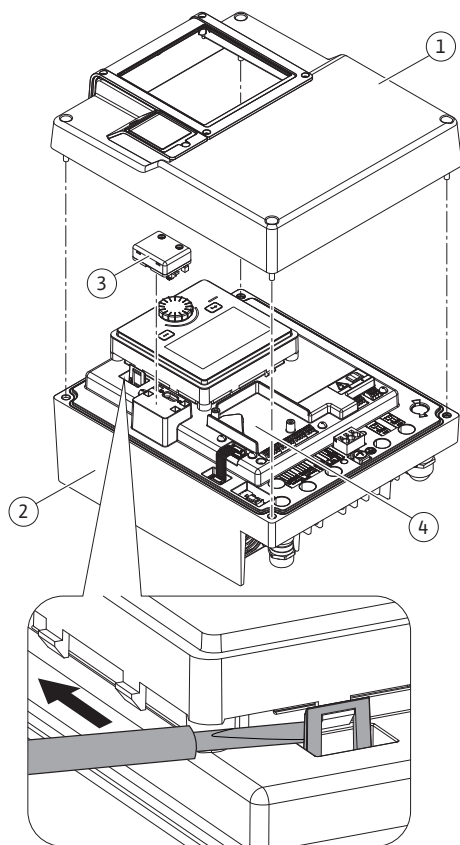
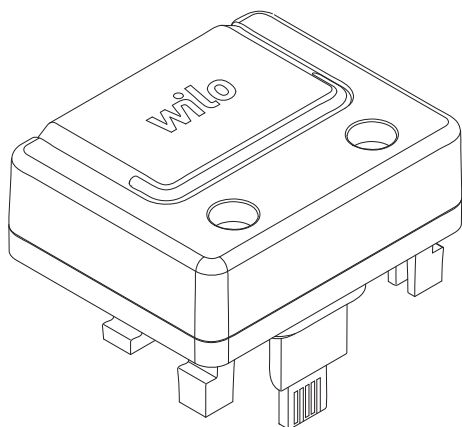

Fig. 30: Elektronikmodul
Fig. 31: Wilo-Smart Connect-modul BT
1. Öppna snäppkrokarna (Fig. 30) försiktigt med ett verktyg (till exempel en skruvmejsel).
Bluetooth-gränssnittet Wilo-Smart Connect-modulen BT (Fig. 30, pos. 3 och Fig. 31) används för att ansluta mobila enheter som smartphone och surfplatta. I Wilo-Assistant-appen finns Wilo-Smart Connect-funktionen. Med appen Wilo-Smart Connect-funktionen kan pumpen styras och ställas in samt pumpdata läsas av. Se kapitlet "Driftsättning" [► 53] för inställningar.
1. Lossa fyra skruvar från elektronikmodulens övre del (Fig. 30, pos 1; Fig. I, pos. 2).
3. Stick in Wilo-Smart Connect-modulen BT i det avsedda Wilo-Connectivity Interface-gränssnittet. Se Fig. 30, pos. 3.
CIF-moduler (tillbehör) används för kommunikation mellan pumpar och fastighetsautomation. CIF-moduler sätts på i elektronikmodulen (Fig. 30, pos. 4).